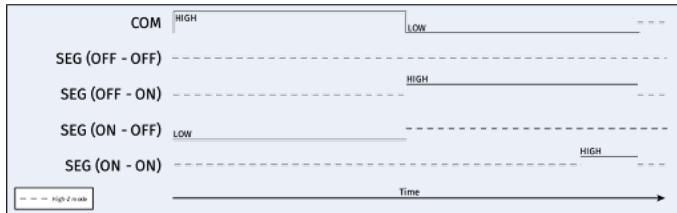

Figure 8. Cette technique de commande actualise l'afficheur en deux étapes, comme dans la méthode de commande A, mais sans tension d'électrode commune variable.
Cette technique de commande actualise l'afficheur en deux étapes, comme avec la méthode de commande A, mais sans tension d'électrode commune variable (figure 8). Premièrement, certains segments sont désactivés en mettant l'électrode commune à l'état haut (HIGH) et les électrodes des segments concernés à l'état bas (LOW)/0 V (ce qui fournit - $V_{SUPPLY}$  aux segments). Deuxièmement, certains segments sont activés en mettant la tension commune au niveau bas et les électrodes des segments concernés à l'état haut (résultant en + $V_{SUPPLY}$  à travers les segments). Une impulsion de rafraîchissement plus courte doit être appliquée aux segments qui doivent être maintenus à l'état actif (ON). La séquence se termine par mettre toutes les sorties en haute impédance (High-Z) pour maintenir l'état. Si le système est à une basse tension ou si les exigences de durée de vie sont limitées, cette technique peut être une bonne option.